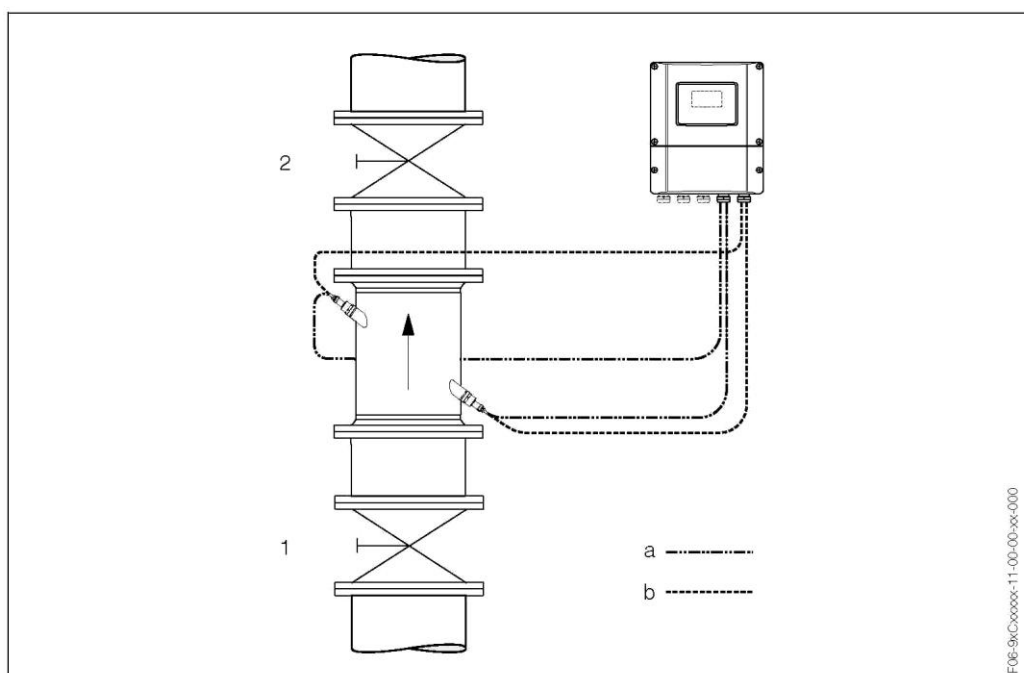

Рис. 32: Коррекция нулевой точки и отсечные клапаны
- Коррекция нулевой точки выполняется при полностью заполненной трубе и при нулевом расходе ( $v = 0$  м/с). Это обеспечивается, например, при помощи отсечных клапанов, установленных на участке перед точкой измерения и/или за ней, либо посредством существующих клапанов и вентилях (Рис. 32).